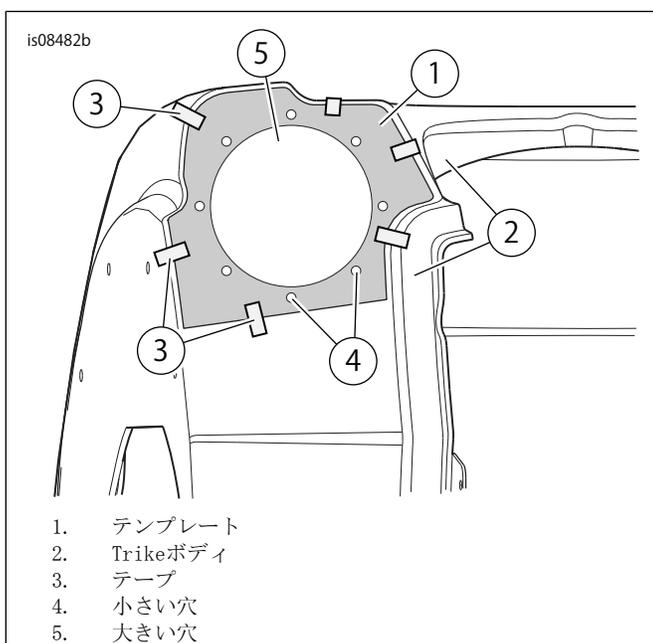

図1。テンプレートの位置
1. 図1を参照してください。テンプレート(1)をTrikeボディ(2)の片側に合わせます。テンプレートの周縁を、ボディ周りの周縁に合わせます。テンプレートをテープ(3)で固定します。センターポンチで8箇所の小さな穴(4)の印を付けます。蛍光マーカーまたはグリースペンシルで大きな穴(5)の印を付けます。